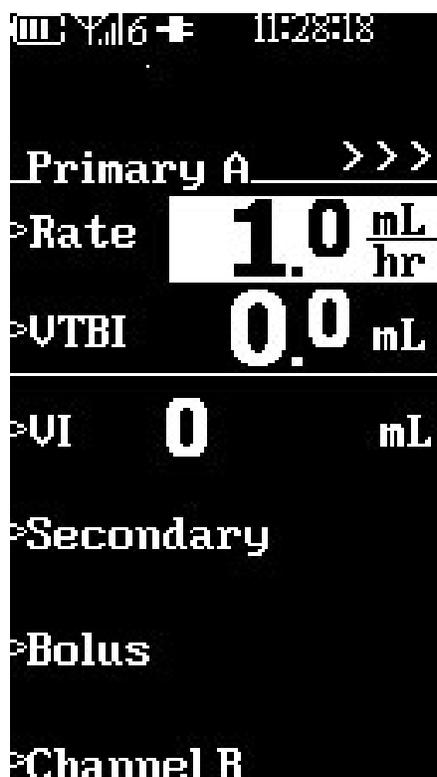

Figura 4-1. Schermata principale di impostazione pompa
Se la schermata di Impostazione pompa principale non appare come mostrato nella Figura 4-1, ciò potrebbe indicare il funzionamento non corretto del display. Sebbene possa sembrare che la pompa funzioni correttamente, restituirli a personale di assistenza qualificato per l'esame e/o la riparazione.
4.2 Configurazione principale. Premere il tasto di comando  consente di accendere la pompa. All'accensione, la pompa esegue come prima cosa un Test automatico di accensione, quindi visualizza il messaggio "Accensione in atto" e visualizza la schermata Impostazione pompa principale (Vedere Figura 4-1) laddove viene impostata la Velocità di infusione e il Volume da infondere (VTBI).